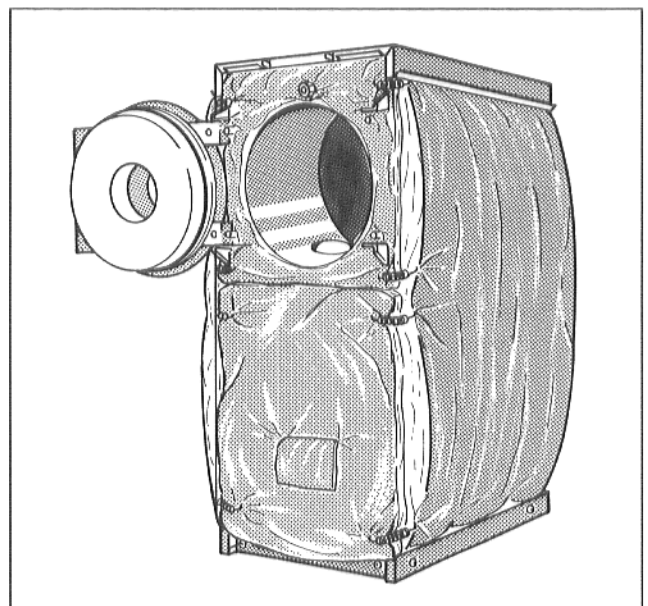

Abb. 13
- Obere und untere Wärmeschutzmatte an Kesselkörpervorderwand anlegen und jeweils mit 4 Spannfedern an der umlaufenden Wärmeschutzmatte befestigen (Abb. 13).